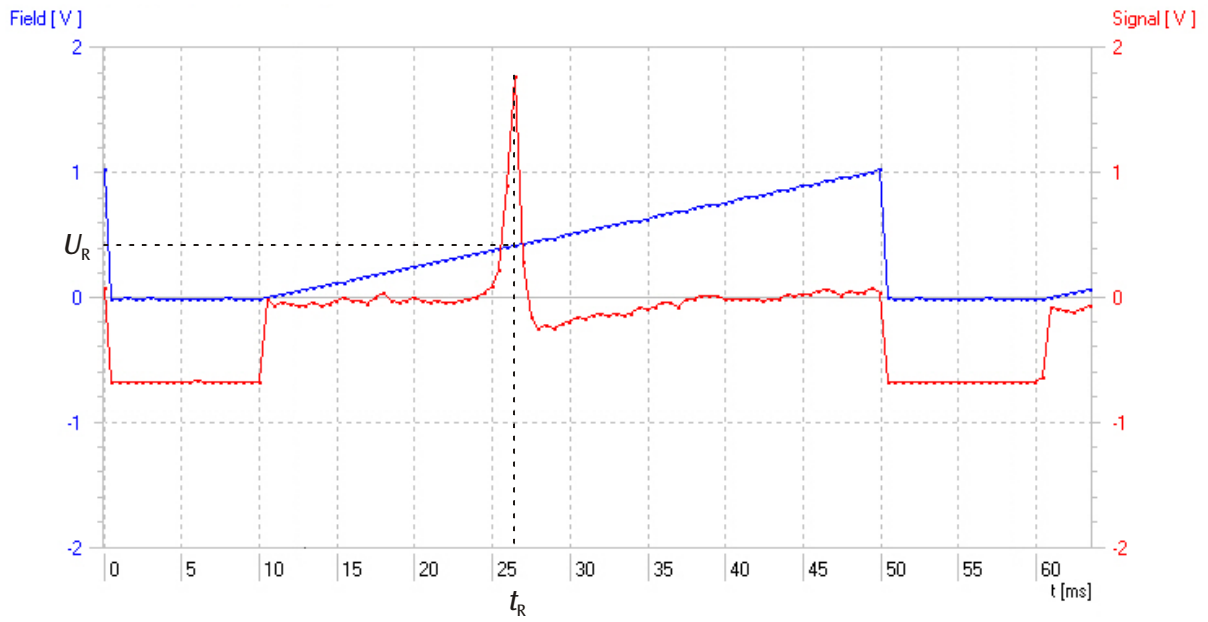

Fig. 6 Decurso do sinal em 40 MHz (vermelho: sinal de absorção como função do tempo, azul: bobina de tensão como função do tempo)
- Anotar a ressonância da tensão das bobinas U_R e a ressonância de frequência ν_R pertencente (ver Fig. 6).